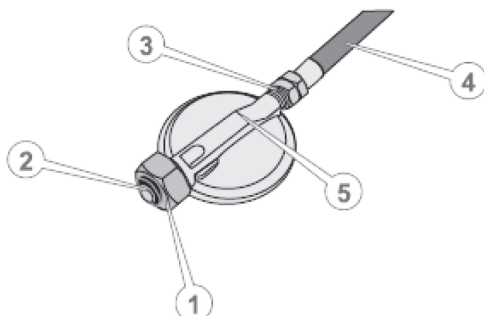

Рисунок 3. Загальний вигляд газового редуктора (редуктора тиску), під'єднаного до газового рукава.
4. Перевірити наявність та цілісність гумової прокладки (1, рис. 3) та фільтрувальної сітки (2, рис. 3) на вхідному штуцері регулятора тиску (5, рис. 3).
5. Приєднати вільний кінець газового рукава (4, рис. 3) до вихідного штуцера (3, рис. 3) регулятора тиску (5, рис. 3).